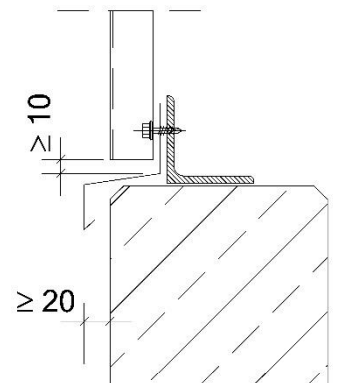

Bild 1: Sockelanschluss
- ≥ 10 mm: Tropfprofil zur Profiltafel am Sockelanschluss (Bild 1).